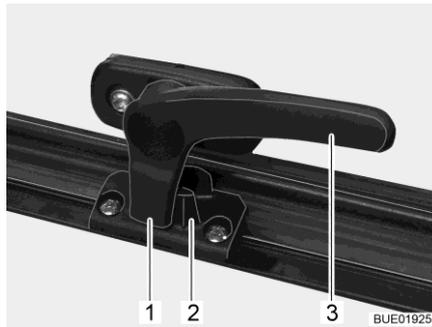

Fig. 16 Leva di serraggio in posizione "Chiuso"
- Ruotare la leva di serraggio (Fig. 16,3) di un quarto di giro verso il centro della finestra.
- Ruotare la leva di serraggio (Fig. 16,3) di un quarto di giro verso il telaio della finestra. Il nasello di chiusura (Fig. 16,1) si trova sul lato interno della chiusura della finestra (Fig. 16,2).
- In posizione "Completamente chiusa" (Fig. 16).